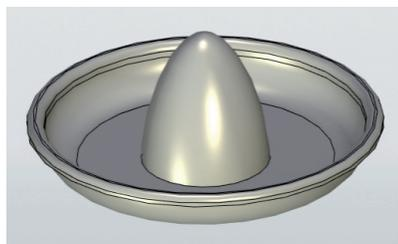

Рис. 14. Основное тело соковыжималки
1.9. Готово (рис. 14)! Осталось добавить отверстия и заострить конус.